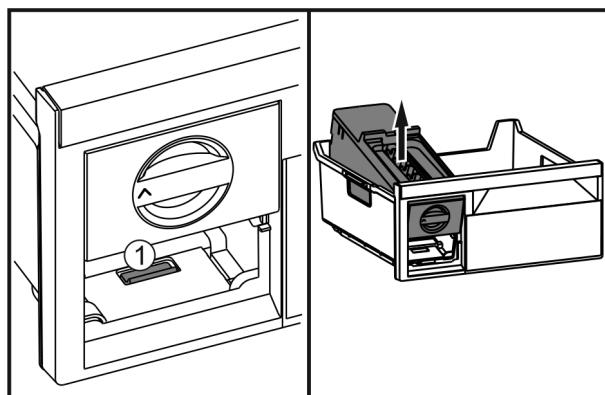

Fig. 70
- Натиснете езичето Fig. 70 (1), повдигнете EasyTwist-Ice отзад и извадете от чекмеджето на фризера.